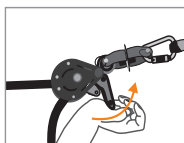

Fig. 5
Per smontare la linea di vita, tirare la leva della camma (4) (Fig. 5). Sganciare il sistema e riporlo nell'imballo originale. Non lasciare la linea di vita installata in seguito a un intervento. La linea deve essere installata per una giornata di lavoro al massimo.